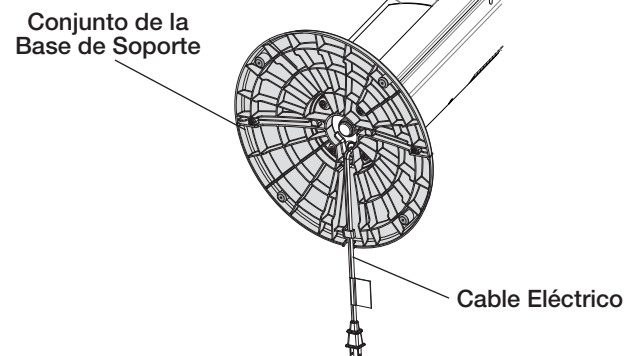

Figura 2
3. Conecte el **Cable Eléctrico** a través del orificio grande en el centro de la Montura de la **Base de Apoyo**. (Figura 2)